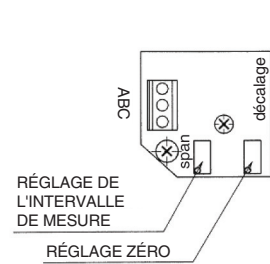

Fig.7 Carte de circuit imprimé
- Pour faire fonctionner le positionneur en sens inverse (sens antihoraire), indiquer l'accessoire 'JR' à la commande. D'autre part, pour modifier le fonctionnement du produit livré, placer la came du côté opposé et inverser les bornes 'A' et 'C' (voir la Fig.7) afin d'inverser le sens du signal de sortie.